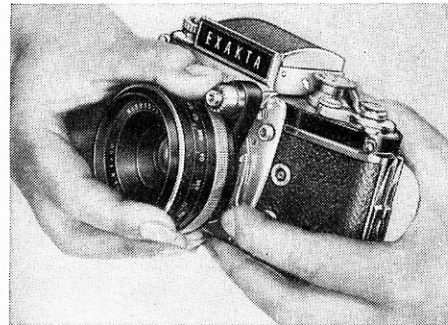

Fig. 9
L'objectif (28) est interchangeable. Pour le retirer, poussez le levier de blocage (30) vers l'objectif et tournez celui-ci d'un bloc dans le sens inverse des aiguilles d'une montre (Fig. 9) jusqu'à ce que les deux repères rouges (23 et 29) soient en face l'un de l'autre. Puis dégagez l'objectif. Pour fixer un autre objectif, faites la manœuvre inverse: Insérez d'abord l'objectif (28) dans la baïonnette de l'appareil (les repères rouges 23 et 29 faisant face). Tournez l'objectif dans le sens des aiguilles d'une montre jusqu'à ce que le levier de blocage (30) s'enclenche.